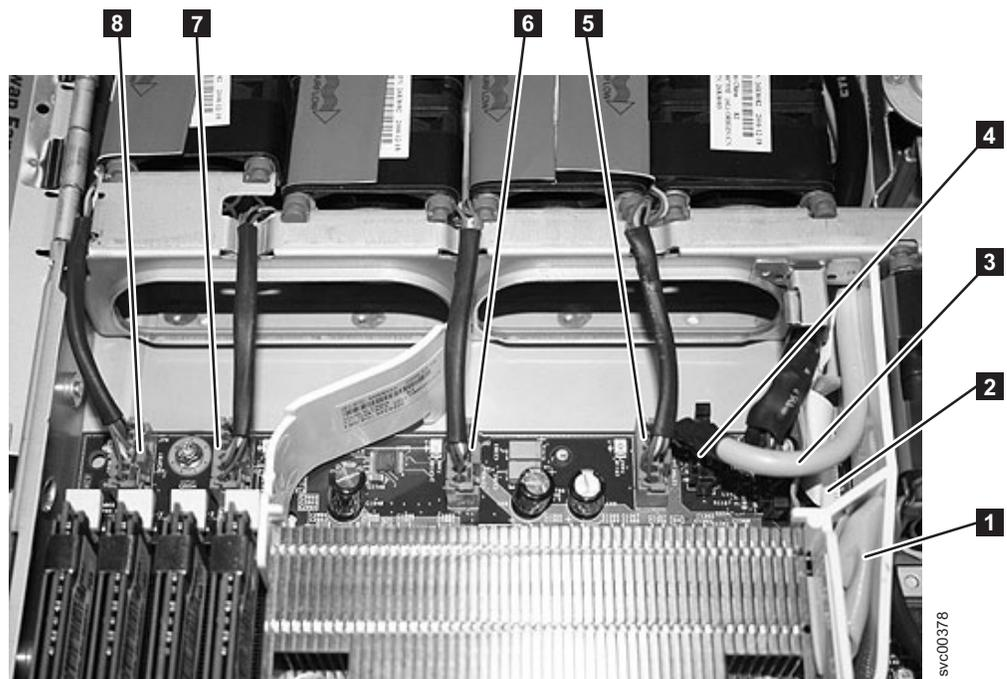

図 200. SAN ポリューム・コントローラー 2145-8G4 システム・ボードの前面右側にあるコネクタ
9. システム・ボードからコネクタを切り離します (図 200 を参照)。システム・ボードの前面右側から、以下を取り外します。